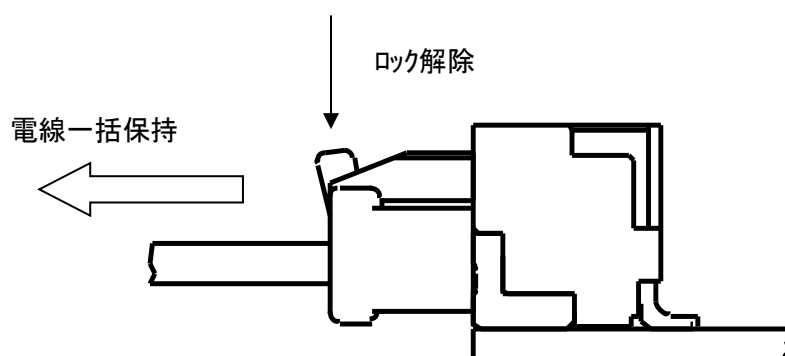

図3
- (1) 引抜き時は下図3のようにロック操作部を押さえ、電線を一括保持し、ロックを完全に解除した状態で引抜いて下さい。ロックが完全に解除されていない状態で無理に引抜こうとすると、ロック部が破損し故障の原因となります。